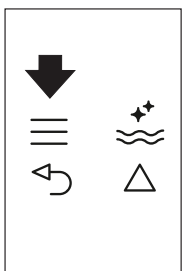
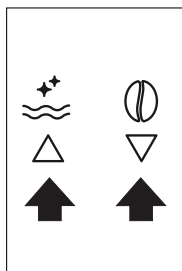

Fig. 22
Fig. 9
- ▶ Pulse el icono ≡ (B2) para entrar en el menú (Fig. 22) o pulse los iconos Δ ∇ (B7) y (B8) (Fig. 9) hasta que aparezca el mensaje "PROGRAM HOT WATER " (PROGRAMA AGUA CALIENTE).